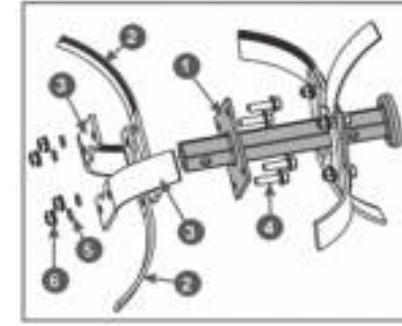

Рис. 7 Установка ножей на внешний фланец основной секции оси фрезы
2.3 Установите ножи на внешний (со стороны редуктора) фланец 1 основной (длинной) секции оси (Рис. 7).
Со стороны уже собранной на внутреннем фланце группы ножей вставьте в отверстия во внешнем фланце 1 оси болты 4, далее в соответствии с рисунком 7 на внешний фланец 1 оси с внешней его стороны установите правые ножи 2 (имеющие изгиб в сторону от редуктора). После этого установите левые ножи 3 (имеющие изгиб к редуктору) как показано на Рис. 7, затем установите пружинные шайбы 5 и закрутите гайки 6 (Рис. 7). Затяните все резьбовые соединения.